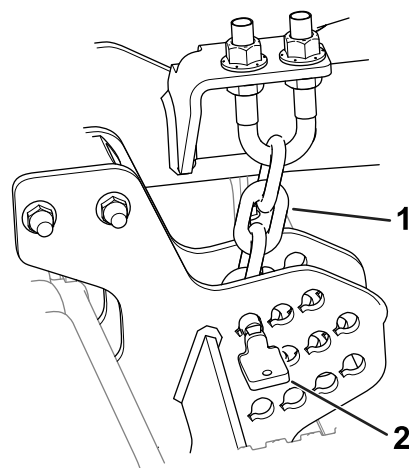

Figure 10
1. Retirez les goupilles qui fixent les chaînes de hauteur de coupe à l'arrière de l'unité de coupe (Figure 10).
doit pendre bien droite (Figure 10) ; elle ne doit pas être vrillée.